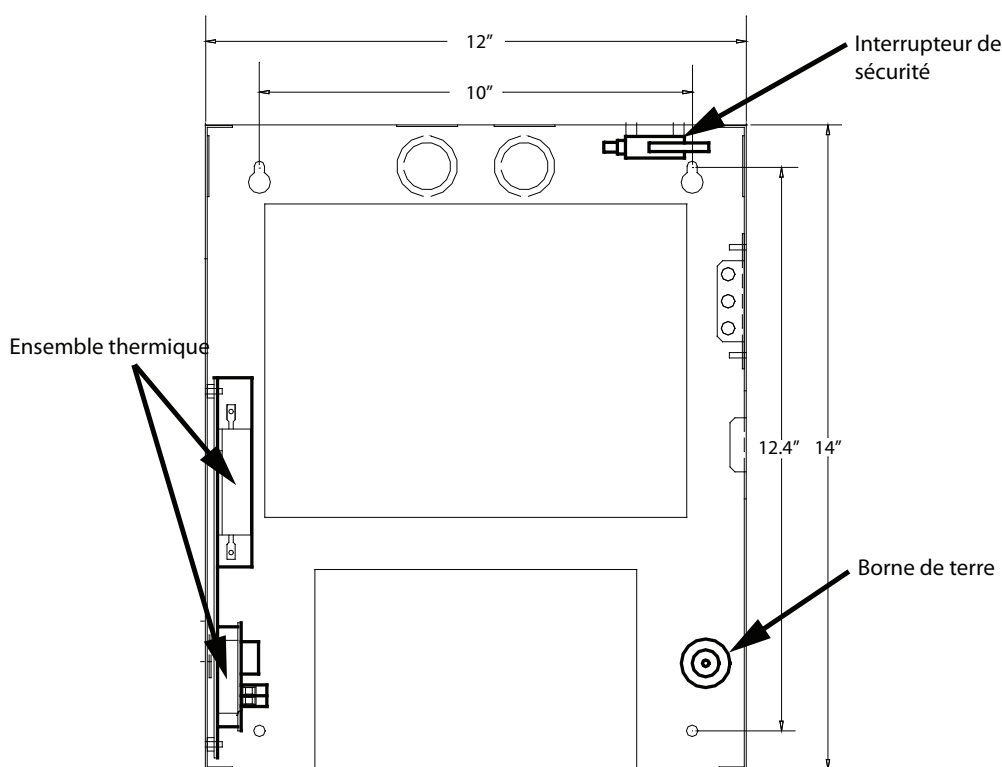

Figure 5. Dimensions du capotage arrière du contrôleur et l'emplacement de composant facultatif
Le contrôleur d'accès par carte est monté en surface, à l'aide de quatre vis, comme le montre la figure 5. Le capotage arrière mesure 15 pouces de large sur 14 pouces de long. Les deux trous de montage du haut sont séparés de 10 pouces.
Le boîtier du contrôleur d'accès se fixe sur une solive murale en utilisant les trous de montage, comme le montre la figure 5.
2. Utiliser le capotage arrière du contrôleur comme gabarit et marquer les deux trous de montage du haut séparés de 10 pouces comme le montre la figure 5.
Installer le kit thermique dans le capotage arrière du côté gauche dans l'emplacement indiqué sur la figure 5.
L'interrupteur d'autoprotection se situe au coin supérieur droit du capotage arrière, montré sur la figure 5. Raccordez le fil de l'interrupteur d'autoprotection à l'entrée d'usage général et corrélerez l'ouverture du couvercle à une sortie spécifique (action). Pour une description complète des corrélations, référez-vous au chapitre 2: Fonctions configurables.
La connexion au réseau électrique se situe en bas à droite de la carte contrôleur principale et reçoit une alimentation de 16 V c.a., 40 VA. Utilisez un fil de calibre 18 AWG. Un transformateur enfichable externe PS-4 ou PS-4P se branche sur les bornes d'alimentation. Se référer aux figures 5 et 7.